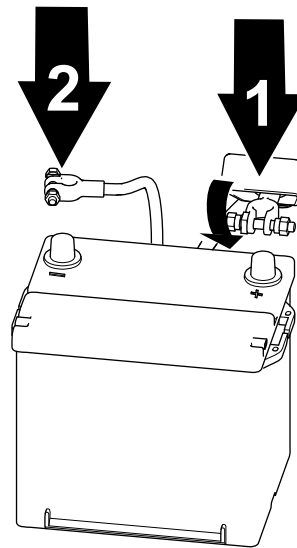

Figure 59
1. Branchez le câble positif à la batterie et serrez l'écrou de collier de la batterie (Figure 59).
2. Branchez le câble négatif à la batterie et serrez l'écrou de collier de la batterie (Figure 59).